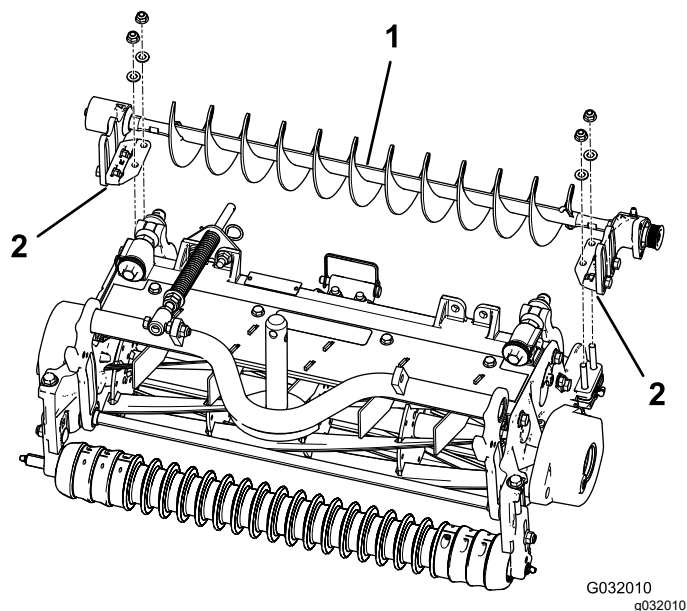

Figure 8
4. Placez les supports de montage de brosse de roulement gauche et droit sur les boulons de supports (Figure 8).